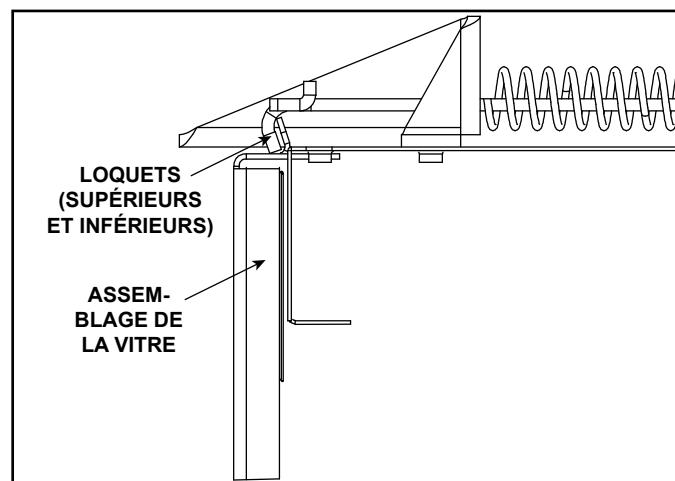

Figure 11.20 Assemblage de la vitre fixe
- Sortez les quatre loquets de l'assemblage de la vitre fixe de son cadre. Enlevez l'assemblage de la vitre fixe de l'appareil. Voir la Figure 11.20.